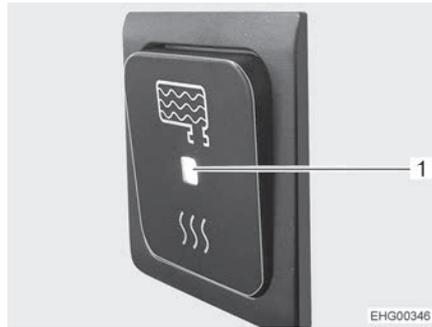

Fig. 98 Interrupteur Marche/Arrêt sur Marche
Quand l'interrupteur marche/arrêt de la commande est sur Marche (Fig. 98), le chauffage du réservoir d'eaux usées s'enclenche automatiquement dès que la température extérieure passe au-dessous de 0 °C. Le réservoir d'eaux usées est ainsi protégé du gel.
- Appuyer sur la partie inférieure de l'interrupteur Marche/Arrêt. L'indicateur DEL (Fig. 98,1) s'allume.
- Appuyer sur la partie supérieure de l'interrupteur Marche/Arrêt. L'indicateur DEL (Fig. 98,1) s'éteint.